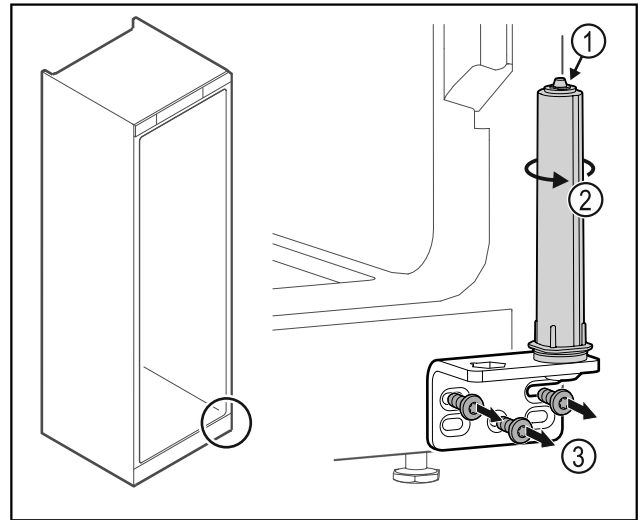

Fig. 21
- ▶ Не разбирайте систему закрытия двери Fig. 21 (1).
- ▶ Поворачивайте систему закрытия Fig. 21 (2) до щелчка.
- ▶ Отвинтите шарнирные уголки Fig. 21 (3).